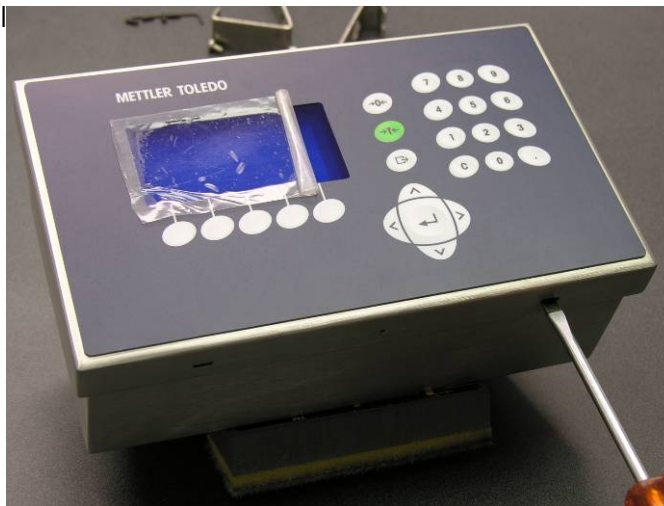

Figura 2-2: Apertura de la caja para ambientes adversos
1. Inserte la punta de un destornillador plano en una de las dos ranuras que están en la parte inferior del panel frontal (vea la Figura 2-2) y empuje suavemente en dirección de la caja. Se escucha un sonido “pop” cuando se suelta.